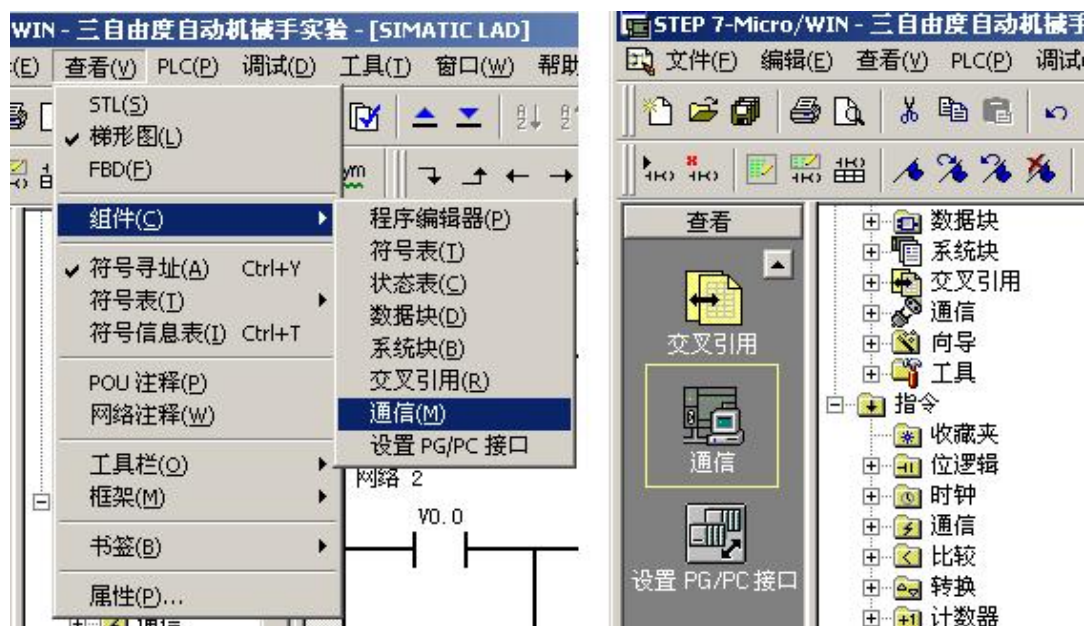

图 1-9-14 通信选项
7、STEP 7-Micro/WIN 中，单击浏览条中查看的“通信”图标，或从菜单选择查看 > 组件 > 通信。如图 1-9-14 所示；